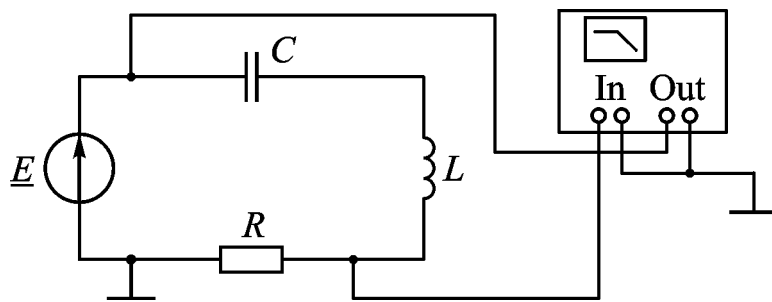

Рис. 10
– Значения фазы полного сопротивления для рассчитанных частот измерить с помощью измерительной линейки прибора «Vode Plotter» (схема подключения изображена на рис. 10). Установить в приборе режим измерения фазы «PHASE»; линейную развертку по вертикали (LIN) с масштабом: min –  $-135^\circ$ ; max –  $+135^\circ$ ; линейную развертку по горизонтали (LIN) с масштабом: min – 0,1 мГц; max – 30 кГц. Результаты измерения записать в таблицу 10.